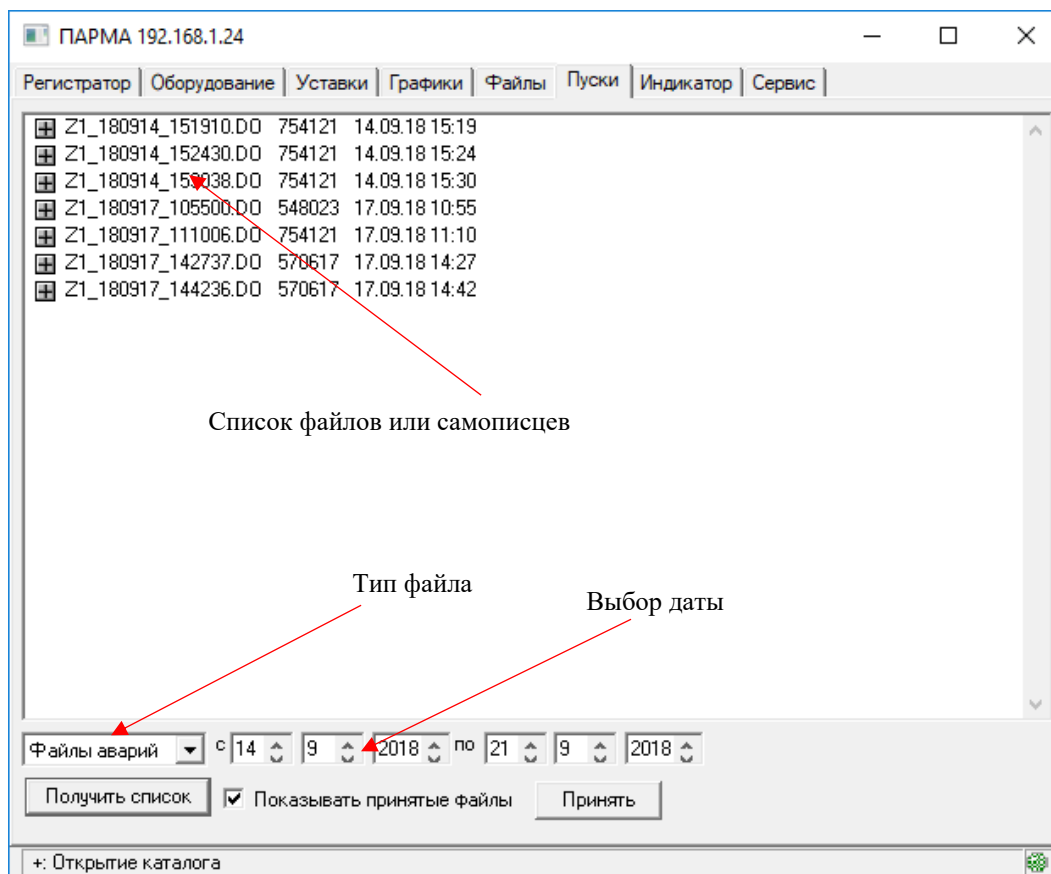

Рисунок 22 – Окно вкладки «Пуски»
- Рисунок 22 – Окно вкладки «Пуски»